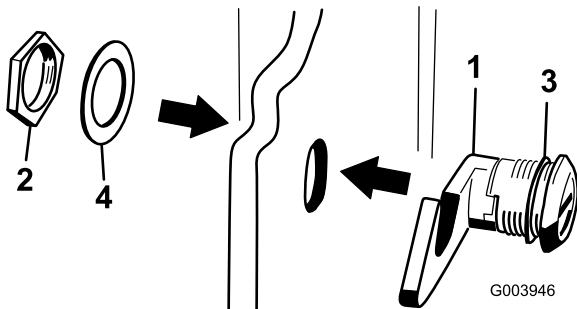

Figura 18
3. Retire a porca do trinco do capot (Figura 18).